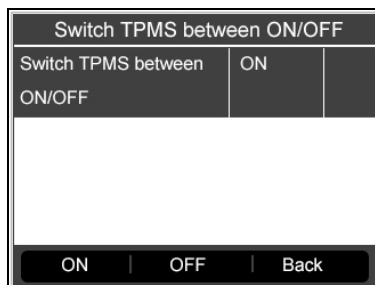

Figure 4.41
- 5) Appuyer sur le bouton correspondant **FONCTION** « **activation** » ou « **désactivation** » pour activer/désactiver le TPMS sur le véhicule. (Figure 4.41)